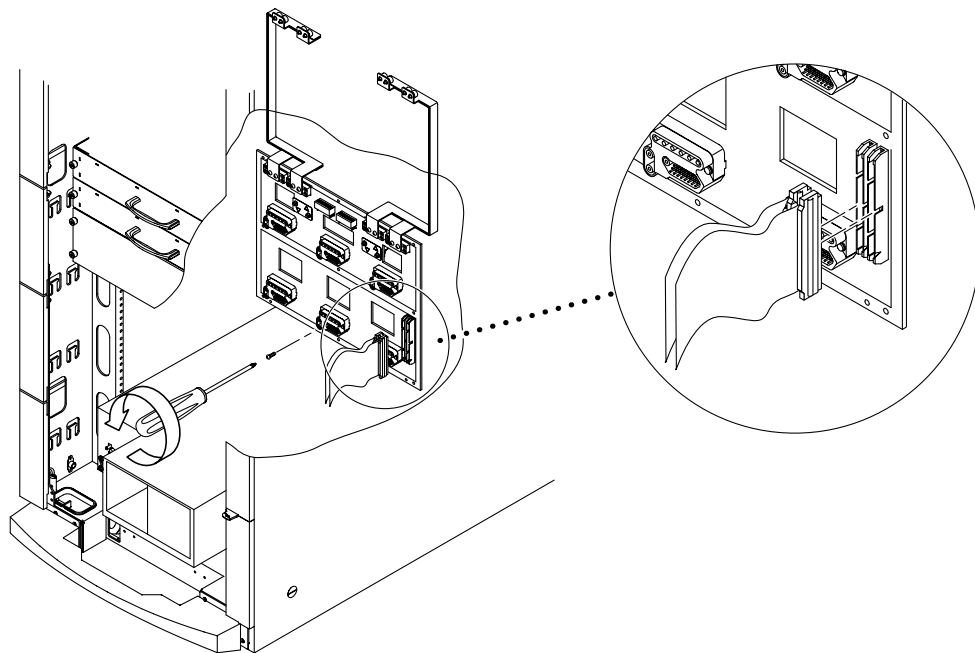

図 12-11 センタープレーンケーブル — Sun Fire 6800 システム
- c. 電源センタープレーンとファンセンタープレーンを接続しているシステムケーブルを外します (図 12-11)。
3. 次の手順で、センタープレートケーブルを接続します (12-9 ページの図 12-11)。